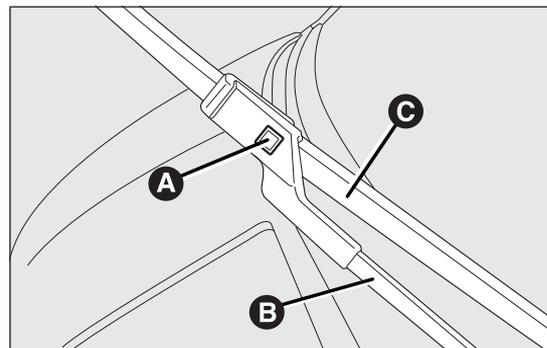

fig. 162
- soulever le bras A fig. 162 de l'essuie-glace et placer le balai de manière à former un angle à 90° avec le bras en question ;
- appuyer sur le bouton A et enlever du bras B fig. 162 le balai C fig. 162 ;